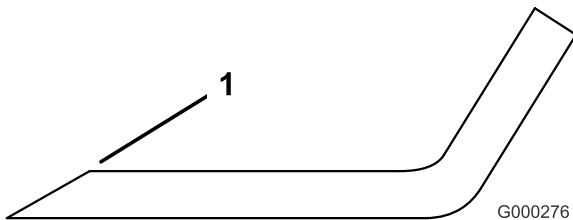

**Bild 85**
2. Prüfen Sie die Schnittkanten des Messers sorgfältig, insbesondere dort, wo die geraden Flächen die gebogenen berühren (Bild 85).
**Hinweis:** Da Sand und anderes reibendes Material das Metall abschleifen kann, das die flachen mit den gebogenen Teilen verbindet, müssen Sie das Messer vor jedem Einsatz des Rasenmähers prüfen. Wenn Sie Abnutzungen (Bild 85) feststellen, sollten Sie das Messer austauschen.